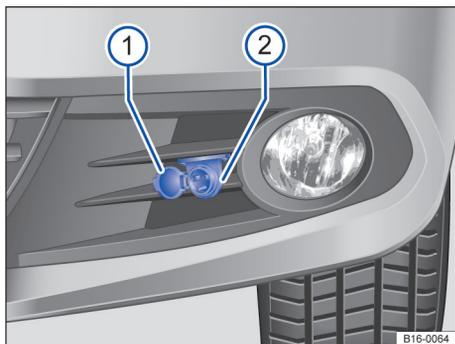

Fig. 118 Toma ② para el pre calentamiento del motor en el paragolpes delantero.
- Abra la caperuza de protección ⇒ fig. 118 ①.
- Acople el cable de conexión a la toma ②.
- Antes de poner el motor en marcha, desenchufe el cable de conexión y cierre la caperuza de protección ①.